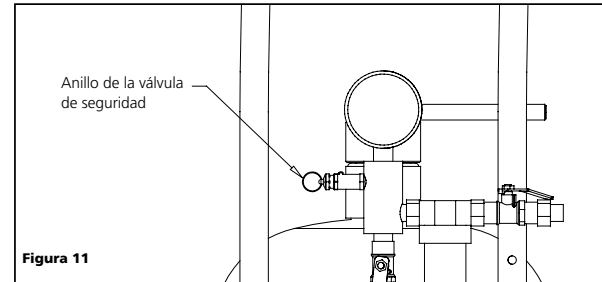

Figura 11
- Verifique la válvula de seguridad halando el anillo de la válvula de seguridad (ver figura 11). La válvula dejará salir un flujo de aire fuerte y continuo. Observe el manómetro del tanque: la presión de aire debería disminuir. Si entra más aire de la que sale por la válvula de seguridad, la válvula de seguridad está bloqueada y debe reemplazarse. Cambie la válvula de seguridad con un repuesto idéntico.